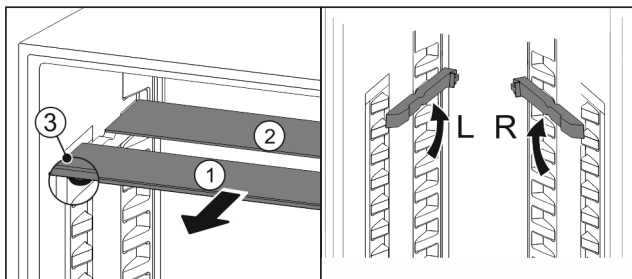

Fig. 123
- ▶ Издърпайте Fig. 123 (1) поотделно стъклените плочи напред.
- ▷ Стъклената плоча Fig. 123 (1) с декоративната лайстна е отпред.
- ▷ Ограничителите Fig. 123 (3) сочат надолу. Уреди с фризерно отделение.*